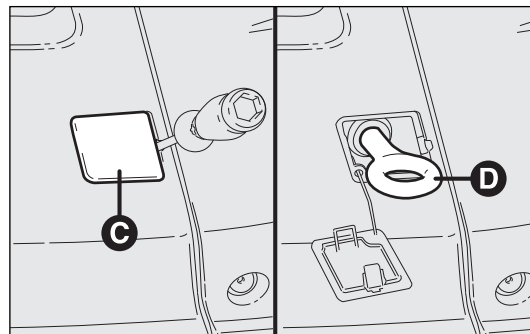

fig. 219
- sacar el destornillador de la caja y haciendo palanca en el punto indicado levantar la tapa C-fig. 219;
- sacar la argolla de remolque D de la caja y fijarla en el perno roscado fig. 219.